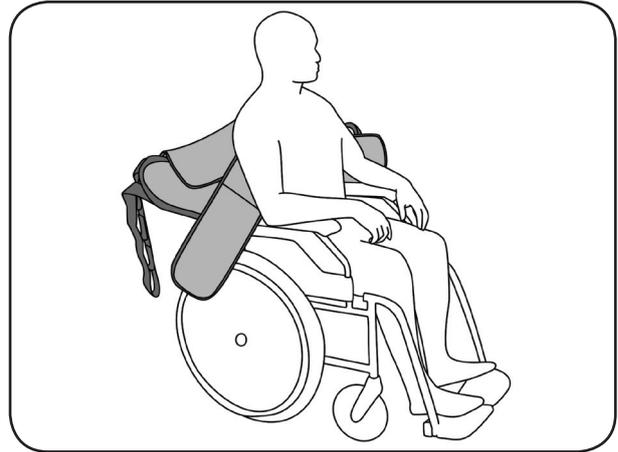

Abbildung 05
2. Neigen Sie den Oberkörper des Patient etwas nach vorne und schieben Sie den aks-Aufrichtgurt mit seinem Mittelteil von hinten zwischen Patientenrücken und Stuhllehne, bis die Gurtoberkante auf Höhe der Achseln liegt (Abbildung 05).